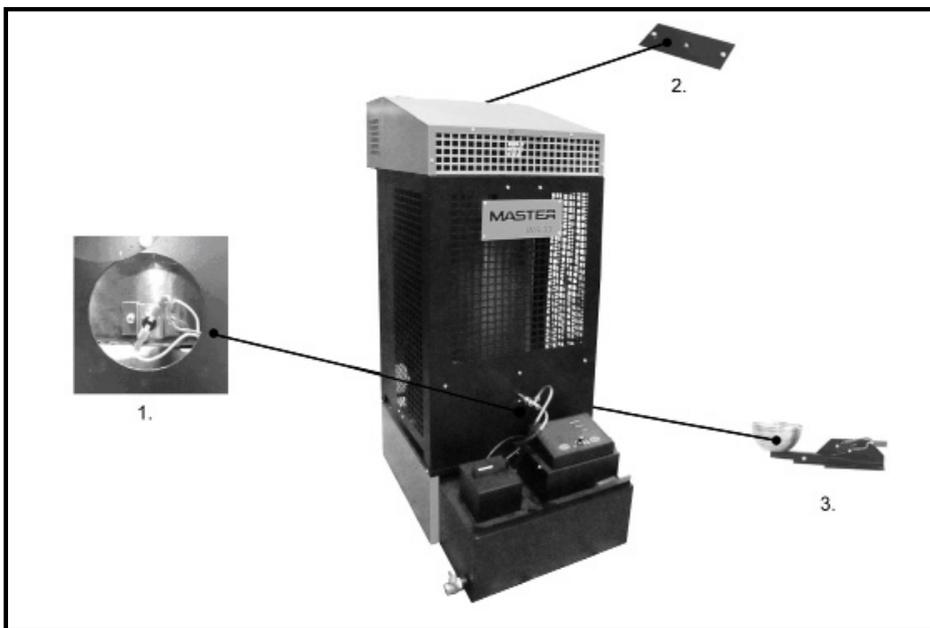

Fig. 4
- Биметалния термичен сензор (FIG4/n1), разположен на горивната камера реагира с контактно затваряне, когато температурата на пещта надвишава 40 °С и контактно отваряне, когато температурата спадне под 35 °С.
- Вторият биметален сензор (FIG4/n2) се намира в близост до вентилатора за въздуха, и максималната му температура е 90 °С. Отваряне на контактите в резултат на прешаване на прага на температурата предизвиква незабавен преход на пещта в режим на Прегряване (p8).
- Нагревателят също е снабден със сензор за тежестта поставен под горивната камера (FIG4/n3).